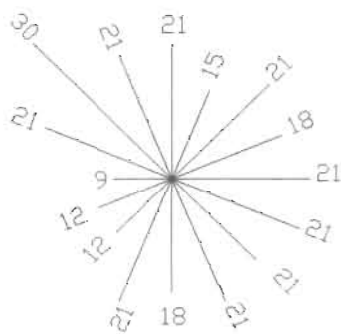

图 4-155
(5) 按空格键继续执行命令，依次改变线段的长度，结果如图 4-155 所示。